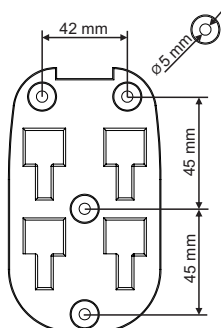

figura 1
Utilizzare la parte di montaggio a parete (1) per segnare i punti di fissaggio sulla parete. Valutare le dimensioni tra i fori e i diametri indicati nella figura 1. Praticare i fori nella parete e inserire gli stop. Avvitare la parte posteriore per il montaggio alla parete. Assicurarsi di utilizzare viti e stop adeguati. In caso di dubbi, contattare un tecnico qualificato..
Utilizzare la parte di montaggio a parete (1) per segnare i punti di fissaggio sulla parete. Valutare le dimensioni tra i fori e i diametri indicati nella figura 1. Praticare i fori nella parete e inserire gli stop. Avvitare la parte posteriore per il montaggio alla parete. Assicurarsi di utilizzare viti e stop adeguati. In caso di dubbi, contattare un tecnico qualificato.